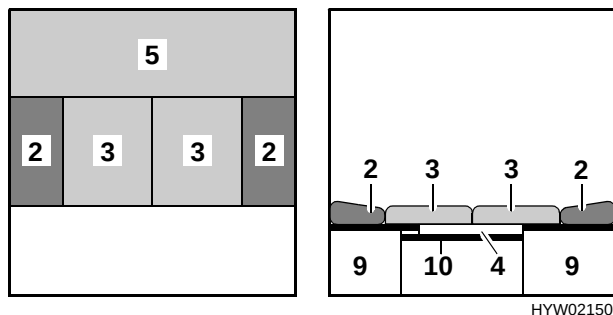

Bild 85 Nach dem Umbau
- Die beiden Sitzpolster (Bild 85,3) in die Mitte legen.
- Die Rückenpolster (Bild 85,2) zwischen die Sitzpolster und die Außenwand schieben.